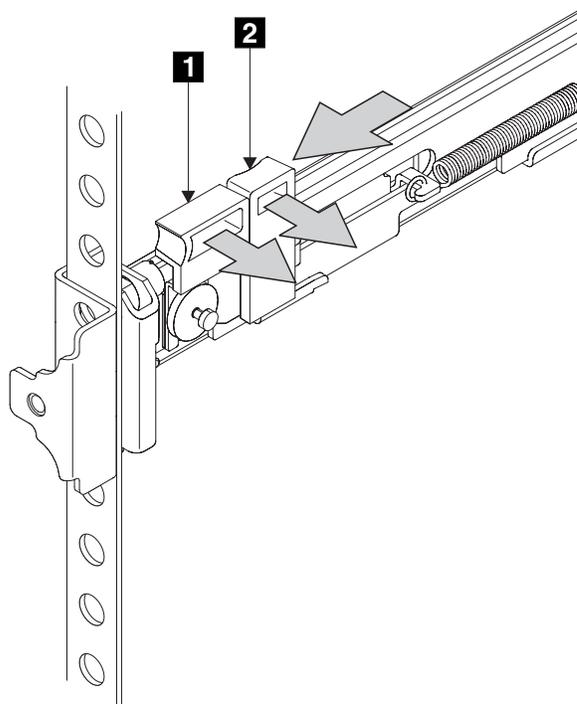

図 129. ラッチ・ロック・キャリア・アセンブリーを閉じる
13. ラッチ・ロック **2** (235 ページの図 129) を押してレールから離し、キャリアを解放します。ラッチ・ロック・キャリアがラックの前方向にスライドし、位置決めピンが、前部フランジの穴と前部レール・ブラケットの穴を通して突き出ます。